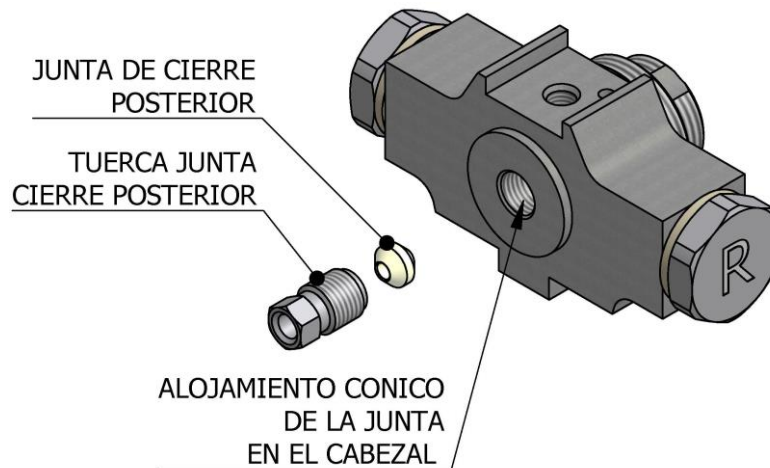

Figura. 17
6. Desenrosque completamente la tuerca de la junta posterior girándola en sentido antihorario (ver **Figura. 17**).
7. Extraiga la junta de cierre posterior y límpiela con disolvente limpia pistolas o sustitúyala si está muy deteriorada (ver **Figura. 17**).
18. Desenrosque completamente la tuerca de la junta del cierre posterior girándola en sentido horario (ver **Figura. 17**, pag.16).